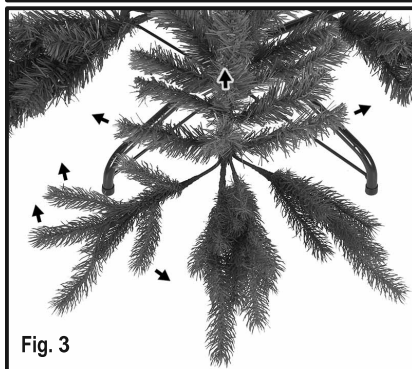
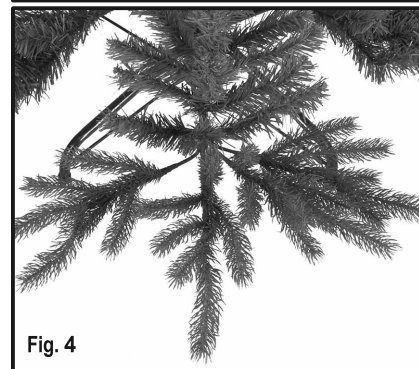

Fig. 3
Fig. 4
3. Les petites pointes individuelles doivent ensuite être étalées séparément (figure 3). La figure 4 montre une branche entièrement formée avec des pointes d'ailes.